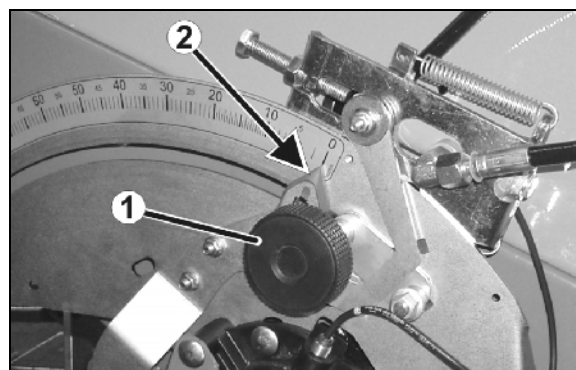

Рис. 111
3. Ослабьте фиксирующую головку (Рис. 111/1).
5. Установите указатель (Рис. 111/2) рычага передач **снизу** на регулируемое значение редуктора.